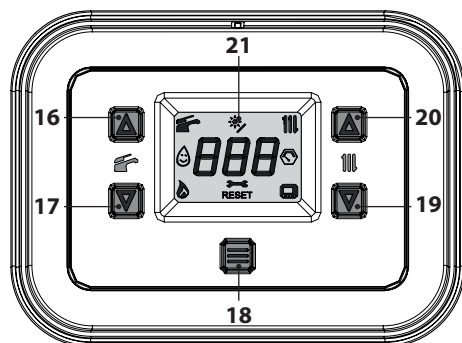

Figura 6.7
- Tenere premuto per 5 secondi il tasto 18 fino a far apparire sul display entrambi i simboli  e  (Figura 6.7).
- Entrare in "modalità programmazione" premendo contemporaneamente per 5 secondi i tasti 17 e 19 (Figura 6.7) fino a far apparire
- Premere il tasto 18 (Figura 6.7) per attivare la funzione. Il display visualizzerà quanto segue (Figura 6.11 e Figura 6.12).
- tenere premuti contemporaneamente i tasti 17 e 19 per 5 sec. (Figura 6.7) (ritorno al livello precedente).
- Spegnere la caldaia tenendo premuto per 5 secondi il tasto 18 (Figura 6.7) fino a far apparire sul display LCD il simbolo **— — —** (i trattini vengono accesi in sequenza per simulare uno scorrimento) (Figura 6.6).